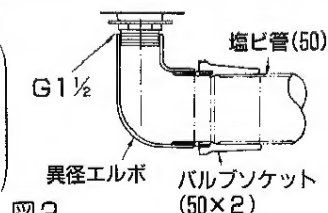

図2
(2)直接排水の場合は、あらかじめ浴槽の排水金具にソケットやエルボをねじ込み配管をセットしておいてください。(図2参照)